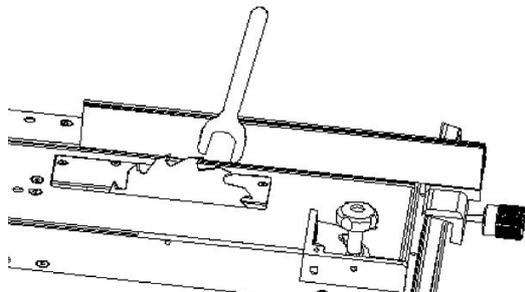

Abb. 20: Entfernen des Tischeinsatzes TKS 200
Schritt 1: Entfernen Sie den Tischeinsatz (Abb.20) und lösen Sie die Befestigungsschraube des Sägeblatts.